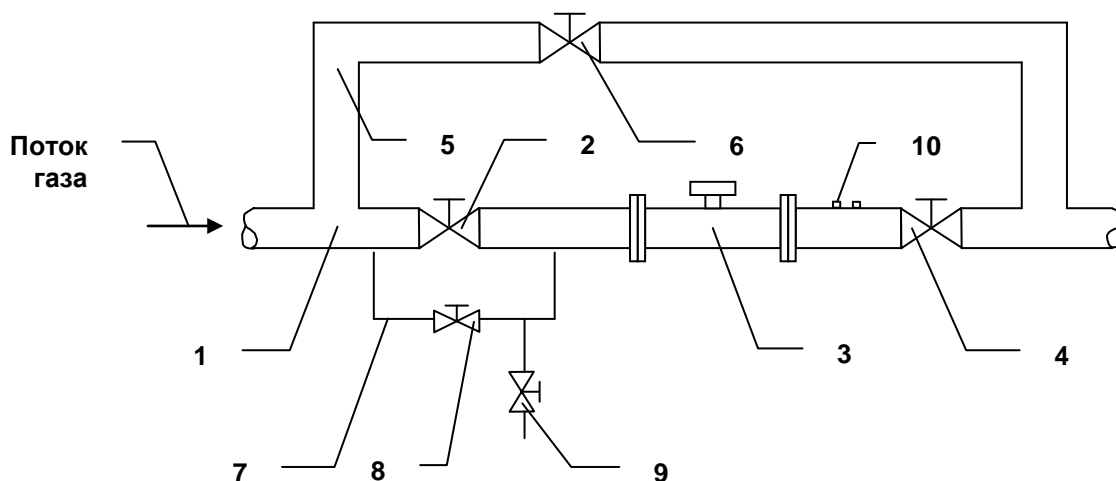

Рис. 5. Установка счетчика с перепускным каналом
3.13.5. Для трубопроводов с давлением свыше 16 атм схема установки счетчика приведена на рис. 5. Перепускной канал 7 позволяет избежать резких перепадов давления на счетчике при открытии вентилей трубопровода. Диаметр канала должен быть от 20 до 25 мм. Вентили 8 и 9 позволяют плавно повышать давление при пуске счетчика.
6.5. Пуск счетчика с перепускным каналом (см. рис. 5)